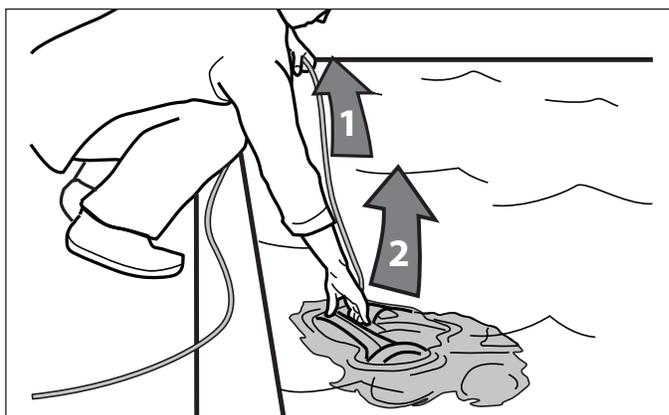

**Figure 20. Éteindre le nettoyeur**
4. Afin d'arrêter le robot pendant un cycle de nettoyage, appuyer sur le bouton « ARRÊT ». Se référer à la Figure 20.
9. Sortir le nettoyeur de la piscine en utilisant la poignée (se référer aux Figures 20 et 21). Ne jamais sortir le nettoyeur de la piscine en tirant sur le câble flottant.